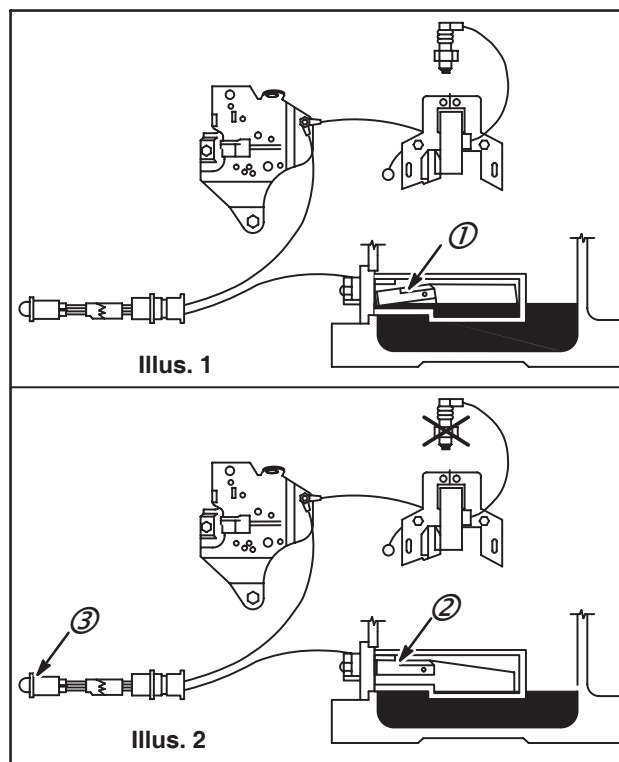
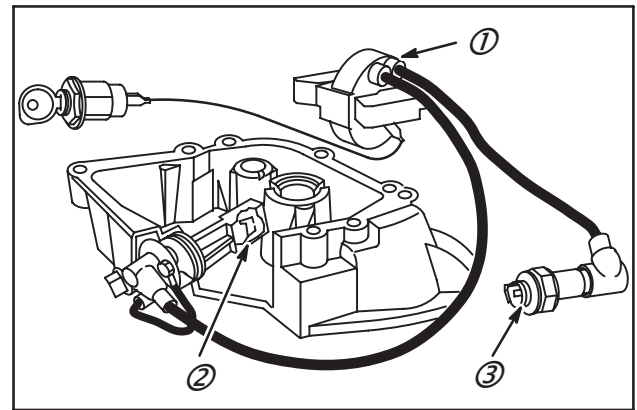

Fig. 14
Fig. 15
Deux types de Oil-Gard® ont été utilisés : Modèle à flotteur, Fig. 14 et Modèle à contact d'électrodes, Fig. 15.
Le moteur ne peut pas être redémarré tant que le niveau d'huile n'est pas rétabli au niveau correct pour ouvrir le contact magnétique, Fig. 14.
Lorsque le niveau d'huile chute au niveau où l'écartement des électrodes est exposé à l'air du carter, la résistance est inférieure à celle que doit vaincre l'étincelle à la bougie d'allumage (3). Le courant H.T. de la bougie passe à travers le capteur du Oil-Gard® plutôt que par la bougie et le moteur s'arrête. Le moteur ne peut être remis en route tant que le niveau d'huile n'est pas rétabli au maximum, Fig. 15.